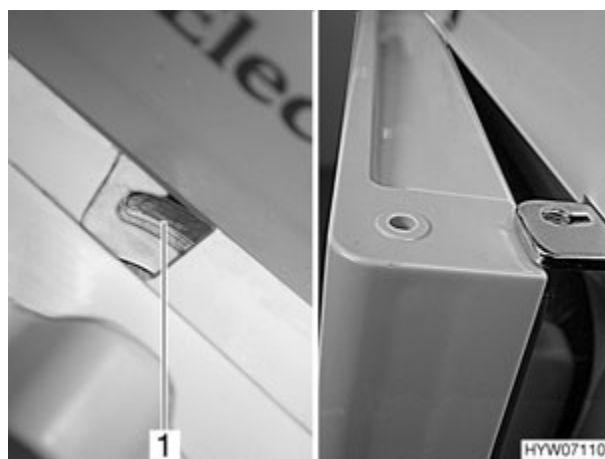

Fig. 161 Puerta del frigorífico en posición de ventilación (variante 4)
- Empujar el cierre completamente hacia la derecha. La puerta del frigorífico se fija con ayuda del bloqueo (Fig. 161,1). De este modo, la puerta del frigorífico quedará ligeramente abierta (Fig. 161).